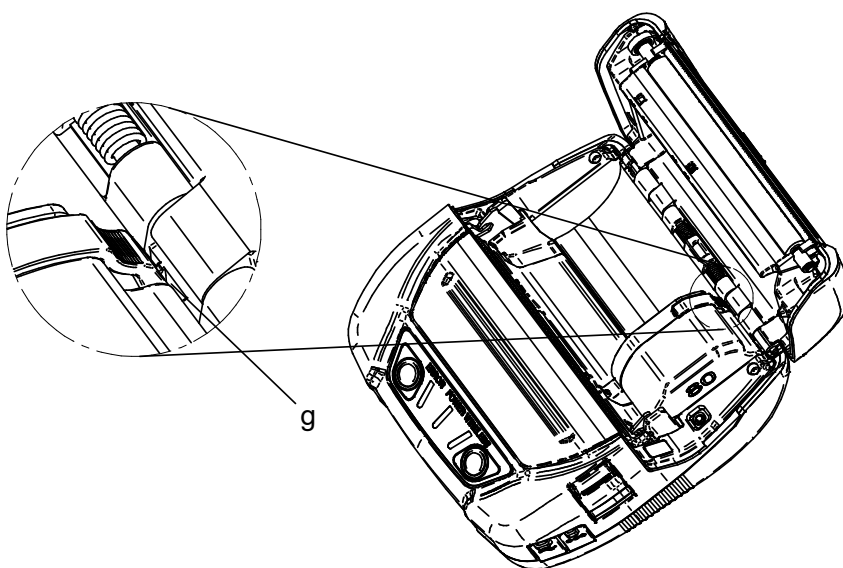

Figura 13-6 Instalação da divisória (3)
3. Pressionar a patilha da divisória "g" na ranhura da impressora "G" até encaixar a divisória, como mostrado na Figura 13-6.